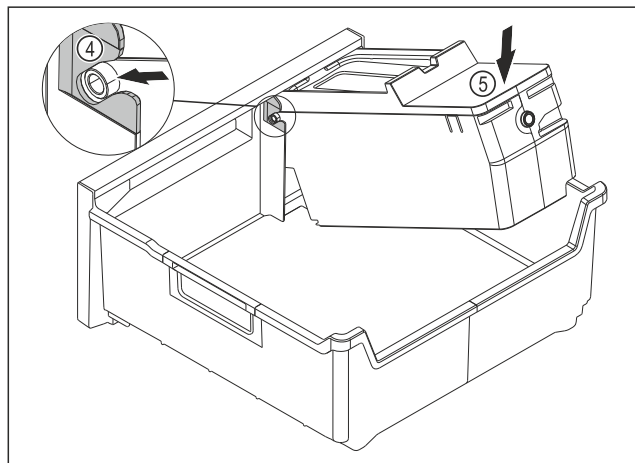

Fig. 91
- ▶ EasyTwist-Ice-corpus monteren: Assen van de EasyTwist-Ice-corpus in de geleidingen Fig. 91 (4) schuiven.
- ▶ EasyTwist-Ice-corpus Fig. 91 (5) achter omlaag drukken.